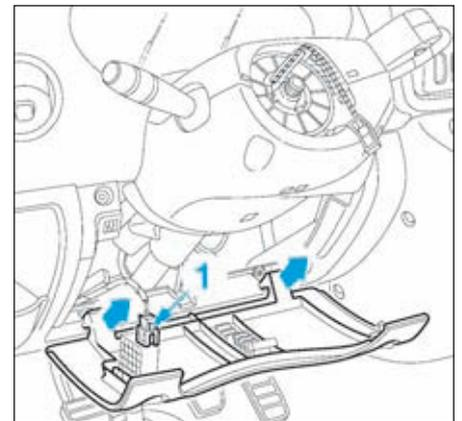

FIG.5
- Débrancher le connecteur (1) (Fig.5) de la commande de réglage en site des projecteurs.